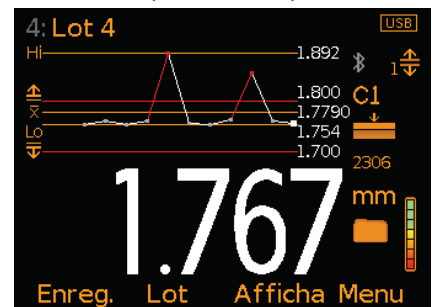

Figure 8: Graphe & Mesures
- **Graphe - Modèle T (Figure 8)** : courbe de tendance des 20 dernières valeurs automatiquement mise à jour après chaque mesure.